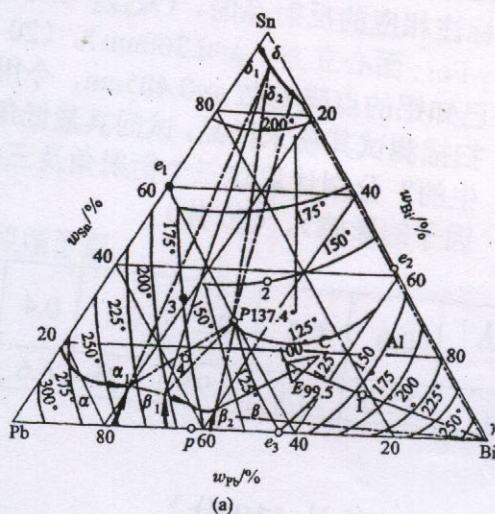

图 2
- 2、参照如图 2 所示相图, 写出四相反应; 分析 3 合金结晶过程。(10 分)